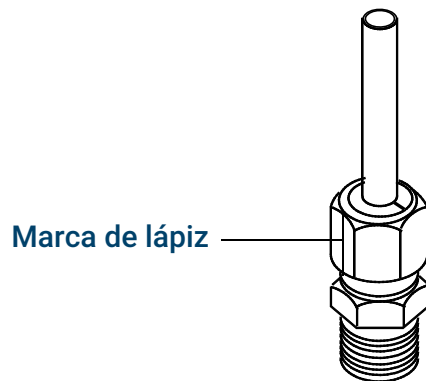

Figura 20. Marcado de la conexión
6. Marque la tuerca con un lápiz. Consulte la Figura 20.